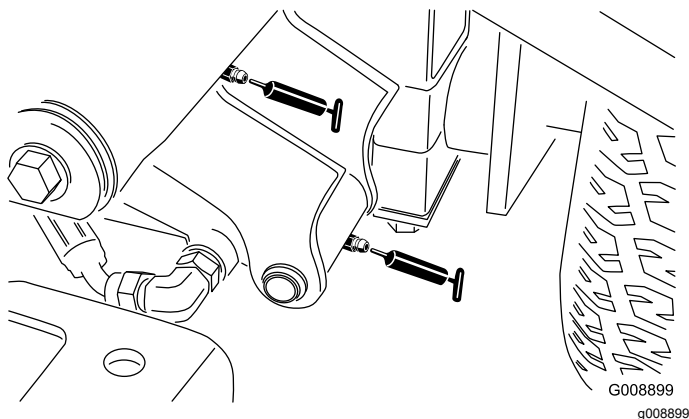

Figura 50
- Pivote y cilindro de elevación del brazo de elevación delantero izquierdo (2) (Figura 50)